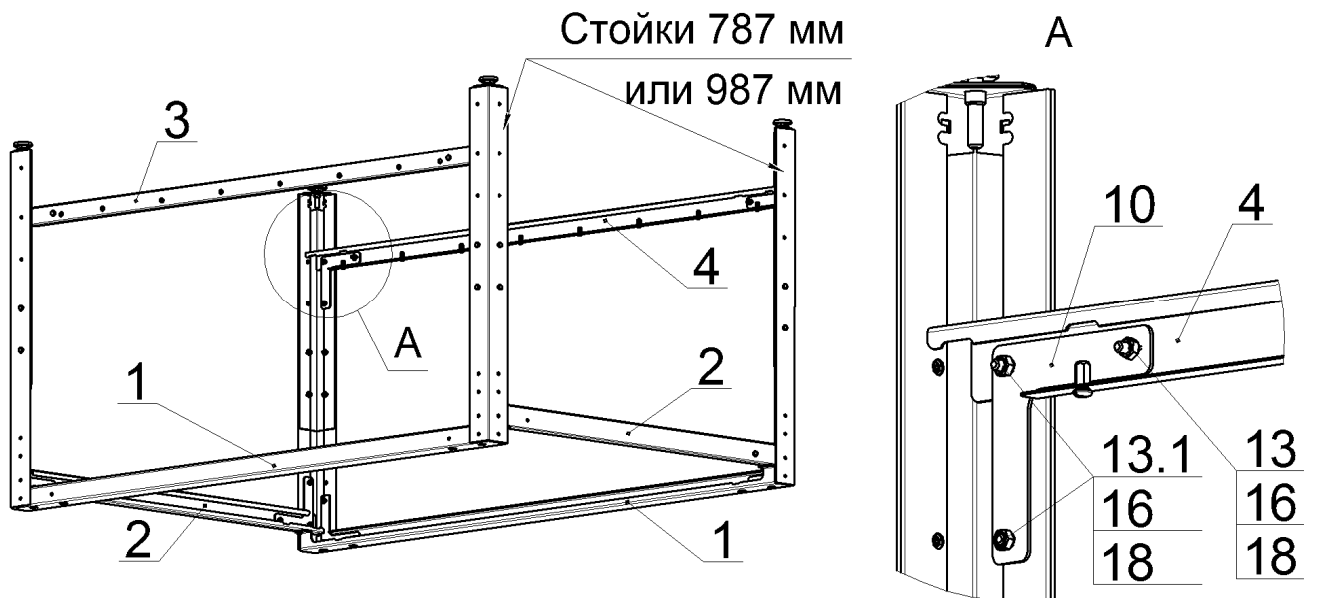

Рис.5
5. Закрепить на стойках 787 мм или 987 мм профиль лицевой, нижний (1455 мм), поз.3 и профиль задний, нижний (1455 мм), поз.4 при помощи угольников, поз.10, болтов М6х16 и М6х20, поз. 13 и 13.1 гаек и шайб, поз.16 и 18, как показано на рис.5. Гайки не затягивать: